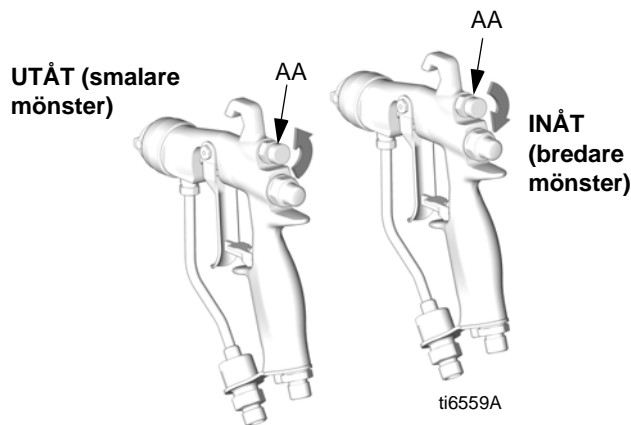

FIG. 4. Mönsterluftratt
1. Se FIG. 4. Stäng av mönsterjusteringsluften genom att vrida ratten (AA) medsols (inåt) hela vägen. Detta ställer in pistolen till det bredaste mönstret.
3. Se FIG. 4. För ett smalare mönster vrider du mönsterjusteringsventilratten (AA) motsols (utåt). Öka lufttrycket till pistolen något eller använd en annan storlek på munstycket om mönstret fortfarande inte är tillräckligt smalt.